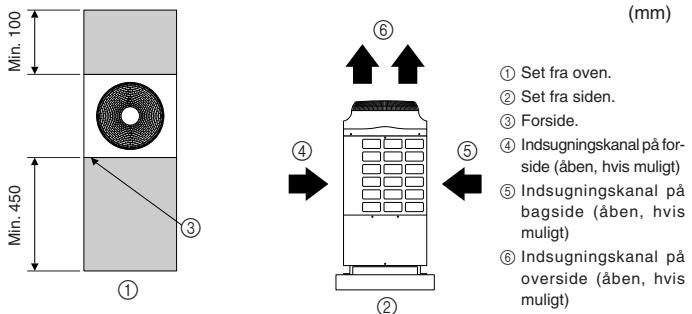

Fig. 2-3
(1) Grundlæggende oplysninger til bestemmelse af den nødvendige plads (Fig. 2-3)